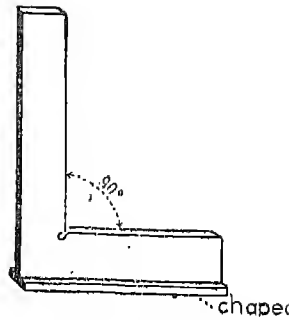
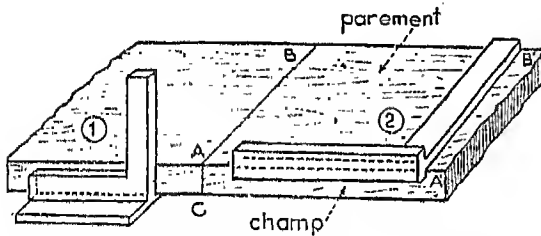

Fig. 8. — Equerre à chapeau.
Fig. 9. — Tracé de perpendiculaires — telles que AB, AC, perpendiculaires à AA' — à l'aide d'une équerre à chapeau.
b) *Equerre à chapeau* (fig. 8). C'est une équerre simple à 90° dont la petite branche porte extérieurement une règle plate : c'est le chapeau, fixé par des vis à métaux. Elle est commode pour le tracé de perpendiculaires à un bord rectiligne (fig. 9).